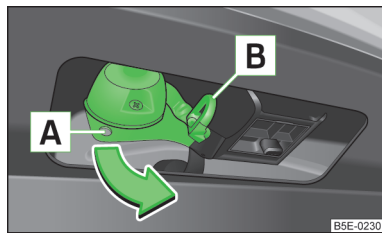

Fig. 147
- Avant de la relier avec la remorque, attrapez la prise 13 broches au niveau de [A] » fig. 147 et la faire sortir dans le sens de la flèche.
L'œillet de fixation [B] » fig. 147 sert à accrocher le câble de ridelle de la remorque.